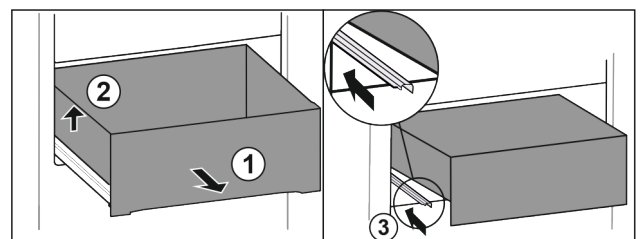

Fig. 92
- ▶ Trekk ut skuffen til anslag. Fig. 92 (1)
- ▶ Løft skuffen til venstre. Fig. 92 (2)
- ▶ Skv inn venstre skinne. Fig. 92 (3)